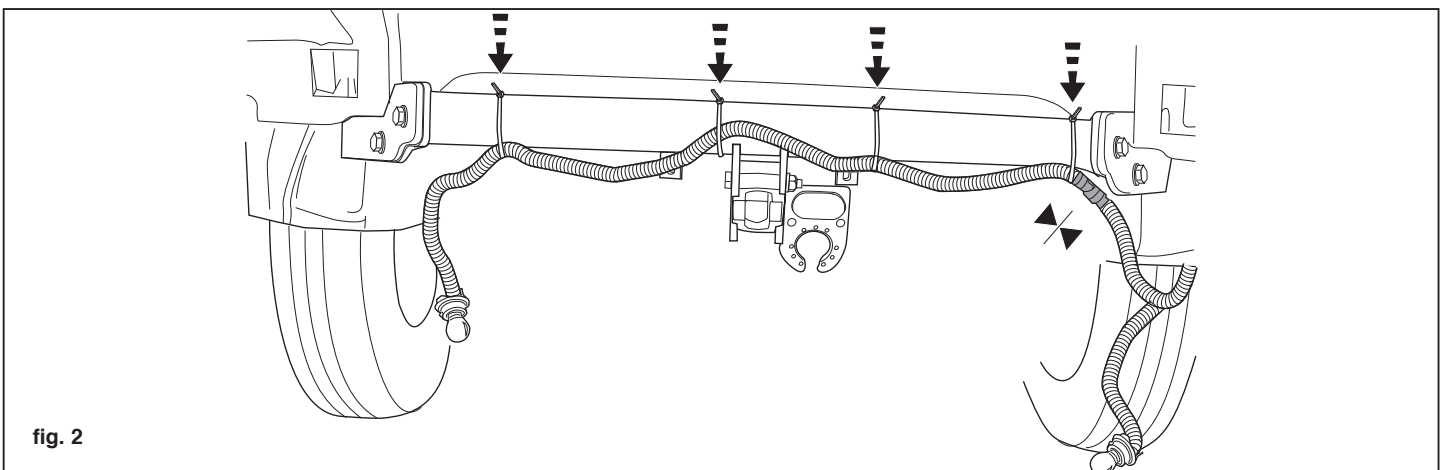

fig. 2
4. Attach two M12x40 bolts at point G, including spring washers, flat washers and nuts. Attach two M12x40 bolts at point H, including double flat washers, spring washers and nuts. Attach the ball housing using two M10x80 bolts, together with flat washers and self-locking nuts. Tighten all nuts and bolts to the torque indicated in the table. Attach the rear fog-light wiring onto the tow bar. See figure 2.
4. Bei den Punkten G zwei M12x40-Schrauben einschließlich Unterlegscheiben und Federringen befestigen. Bei den Punkten H zwei M12x40-Schrauben einschließlich doppelter Unterlegscheiben, Federringen und Muttern befestigen. Das Kugelgehäuse mit zwei M10x80-Schrauben einschließlich Unterlegscheiben und selbstsichernden Muttern montieren. Alle Schrauben und Muttern gemäß der Angaben in der Tabelle anziehen. Die Verkabelung für die Nebelrückleuchten an der Anhängervorrichtung anbringen. Siehe Abb. 2.
Siedzisko kuli przykręcić dwoma śrubami M10x80 wraz z podkładkami płaskimi i nakrętkami samo kontrującymi. Wszystkie śruby i nakrętki dokręcić według danych z tabeli. Umocować okablowanie tylnych świateł przeciwmgielnych na haku holowniczym. Patrz rysunek 2.